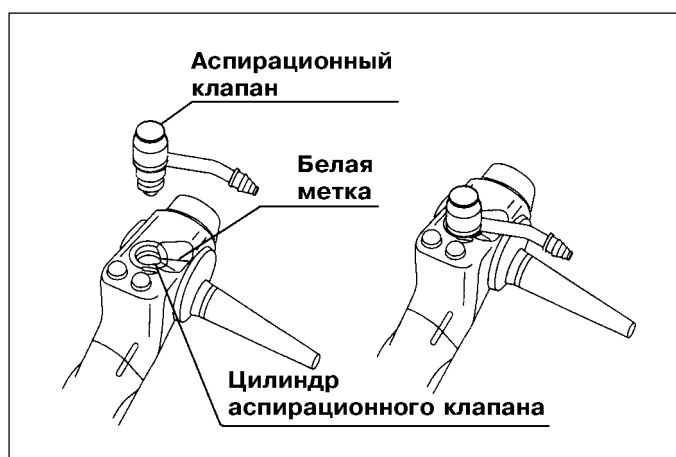

Рис. 3.5.
1. Вставьте аспирационный клапан в отверстие цилиндра аспирационного клапана на эндоскопе, совмещая ответвление главного корпуса клапана с белой меткой на эндоскопе (см. рис. 3.5).